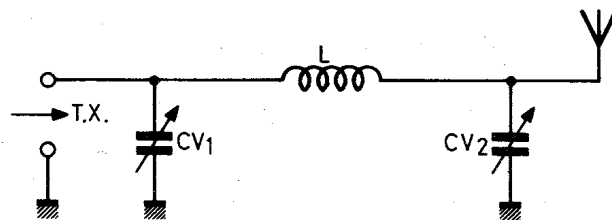

Fig. 7 – Filtre en Π
- la **cellule en Π** (voir fig. 7), qui combine deux circuits en L, intéressante pour son effet «passe bas».